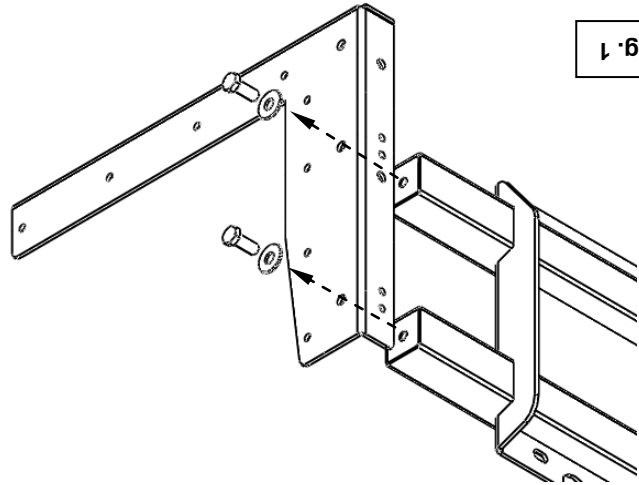

Fig. 1
1. Au moyen de (2) rondelles et (2) boulons 1/4 po - 28, assemblez l'un des supports de fixation latérale au support arrière, tel qu'illustré à la Fig. 1. Contentez-vous pour le moment de serrer les boulons à la main. Répétez cette procédure pour fixer le second support de fixation latérale à l'autre extrémité du support de fixation arrière.